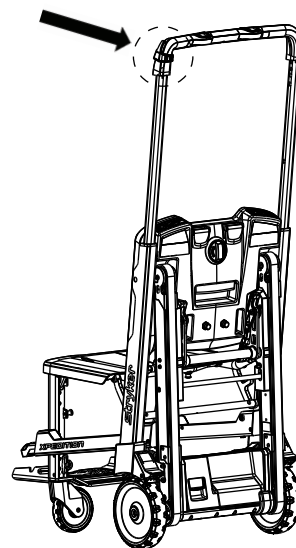

図 36 - 点滴フックをチェアに取り付ける
**注記** - 点滴フックを、患者左側のグラブバーの突起の周囲に合わせます ( 図 36 ) 。